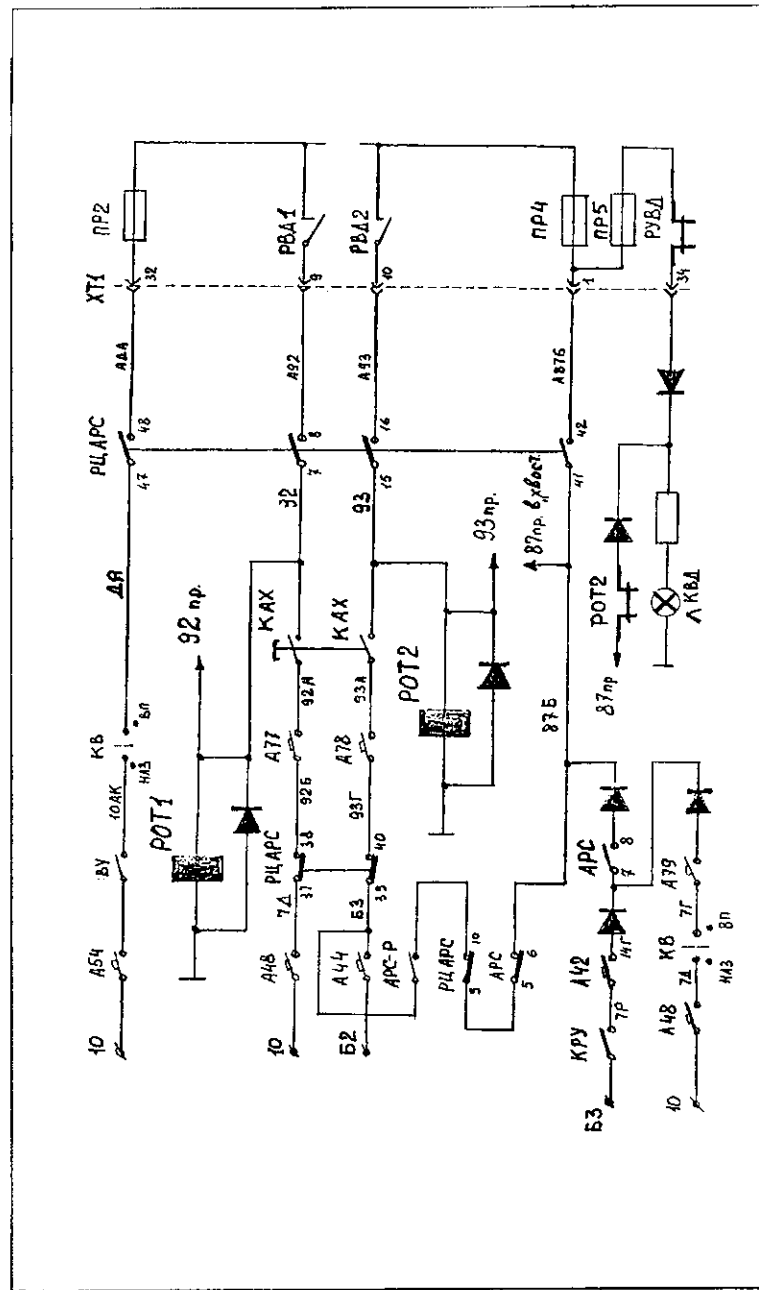
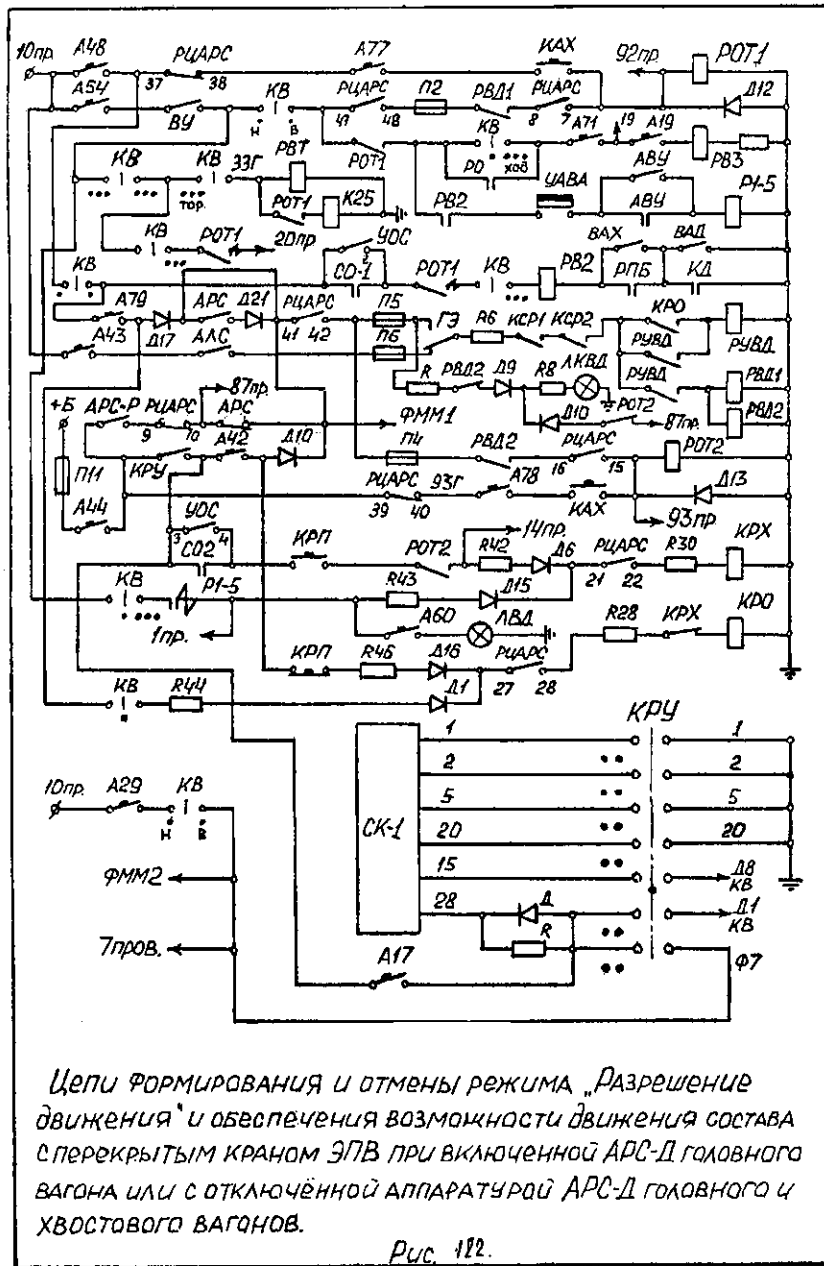

Рис. 121 Электрическая схема управления реле Р0Т-1 и Р0Т-2.
Рис. 122.
Схема включения РОТ-1 и РОТ-2 представлена на Рис. 121.
В случаях неисправности системы АРС-Д и ее отключения, для возможности приведения поезда в движение, в схему управления реле РОТ-1 и РОТ-2 включена специальная кнопка - кнопка аварийного хода - КАХ. Нажатием на эту кнопку создается дополнительная цепь питания реле РОТ-1 и РОТ-2. (Рис. 121).
- дать отмену торможения от системы АРС-Д кнопкой КБ-2 или ПБ. После этого замкнется цепь реле КСР1 и КСР2 (Рис. 121 ), которые включившись своими размыкающими контактами оборвут цепь реле РВТ1, РВТ2, РВТ4, РВТ5 и схема разберется с тормозного режима, а замыкающими контактами замкнет цепь реле РВД1 и РВД2 (Рис. 122 ). Эти реле включившись, своими контактами замкнут цепь реле РОТ-1 и РОТ-2, которые получают питание по цепи:
Реле РОТ-1 замкнет свои контакты в цепи 19, 20 и 330 - проводов, и реле РОТ-2 - в цепи 14 провода и разомкнет в цепи лампы ЛКВД (Рис. 122 ).
- дать отмену торможения нажатием на КБ-2 или ПБ. Сработают реле РВД1 и РВД2 и замкнут свои контакты в цепи реле РОТ-1 и РОТ-2. Реле РОТ-2 включится по цепи: (Рис. 121) - БЗ, КРУ, А42, диод, АРС, диод, пр.87Б, РЦ АРС, ПР4, РВД2, РЦ АРС, 93 п.пр., кат. РОТ-2, "земля".
При включении РЦ УОС в схеме произойдет следующее: замкнувшийся контакт УОС (1-2) шунтирует контакт СО-1, контакт УОС (3-4) шунтирует контакт СО-2 (Рис. 122). Разомкнувшийся контакт УОС (5-6) обрывает цепь питания реле РПБ.
После перехода в режим АРС-Р и отмены торможения в хвостовой аппаратуре сработают реле РВД1 и РВД2. Реле, включившись, своими контактами замкнут цепь реле РОТ1 и РОТ-2 (Рис. 121) и по 92 и 93 поездным проводам включатся реле РОТ1 и РОТ 2 и в головной кабине.
Реле Р0Т-2 - В2, А44, РЦ АРС, А78, КАХ, пр.93, реле Р0Т-2, "земля". ( см. Рис. 121).